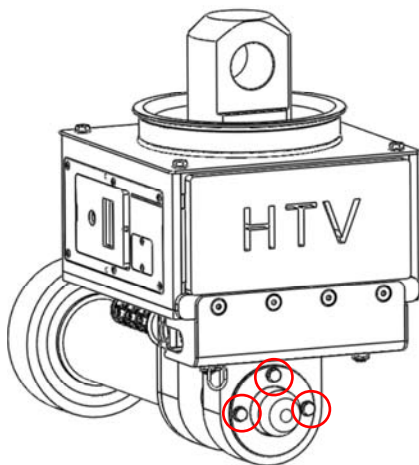

Figura 12 - Tornillos casquillo frontal
3. Para desmontar el casquillo trasero será necesario quitar los 4 tornillos que fijan el conjunto del cilindro neumático (Figura 11) y separarlo del equipo NOA para poder tener acceso al bulón y al casquillo (Figura 12).